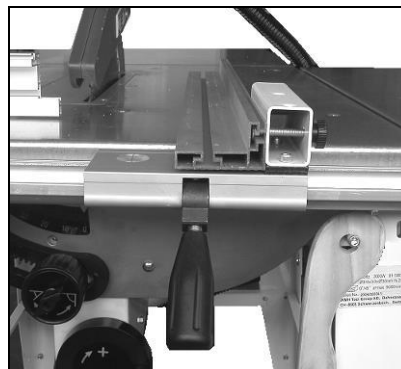

Fig 20
-Das Schneiden von schmalen Werkstücken (Breite unter 120mm) nur mit flachgelegter Anschlägschiene vornehmen (Fig 20).